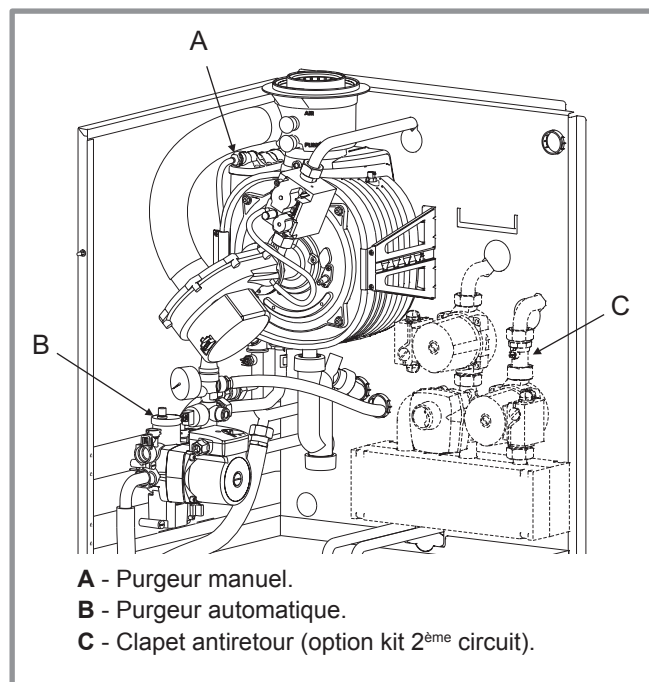

Figure 33 - Purgeurs et clapet antiretour
- **9** - Fermer les vannes d'isolement départ et retour de la chaudière et ouvrir le purgeur automatique (rep.B, figure 33).
(purgeur manuel, rep. A, figure 33).
(purgeur automatique, rep. B, figure 33).